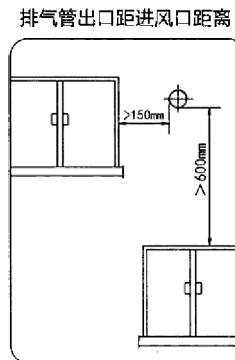

图11
- 排烟管出口必须设置在室外。热水器使用时，排气管出口可能有冷凝水滴落，安装时应注意不要影响他人。排气管出口距周围物体的间距(如图11、13)所示。